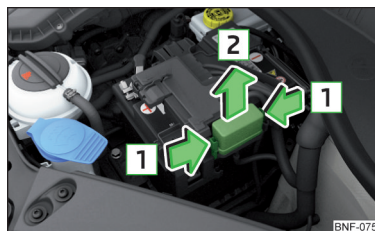

Рис. 169
» Рис. 169.
- Одночасно натисніть на фіксувальні кнопки  кришки » Рис. 169.